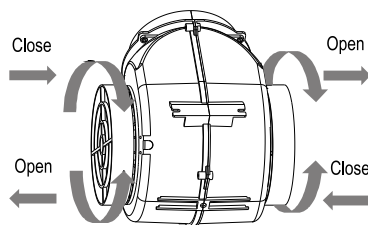

Рисунок 12
- Для отсоединения угольного фильтра, следует сначала снять жирособирающий фильтр. См. рисунок 12.